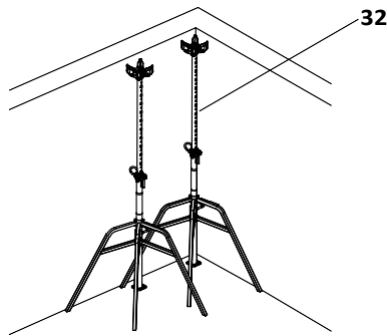
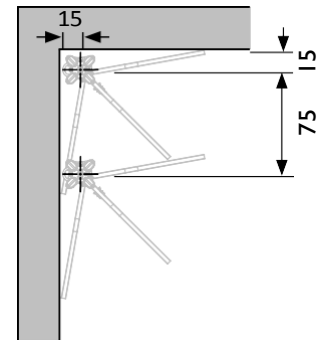

Fig. D2.01
Fig. D2.01a
1. Изправете 2 подпори с глави DFH (32) и ги подсигурете с триноги. Алтернативно осигурете с PERI рамка PRK (75 и 120). (Fig. D2.01) Поставете първата подпора в ъгъла на разстояние 15 cm от двете страни. (Fig. D2.01a)
2. Поставете втората подпора откъм късата страна на разстояние 75 cm от първата. (Fig. D2.01a)